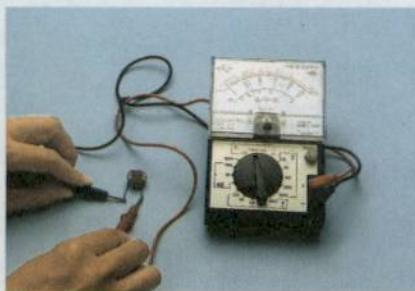

图6.1-4 光敏电阻
**光敏电阻** 有一些物质,例如硫化镉,电阻率与所受光照的强度有关。把硫化镉涂敷在绝缘板上,在其表面再用银浆涂敷两个互不相连的栅状电极(图6.1-4),这样就制成了一个光敏电阻。硫化镉表面受到的光照强度不同时,两个电极间的电阻也不一样。